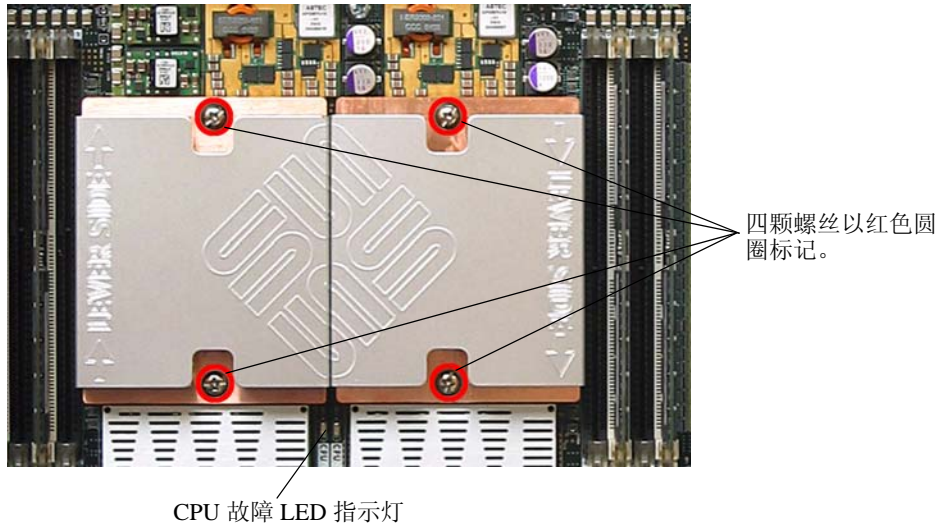
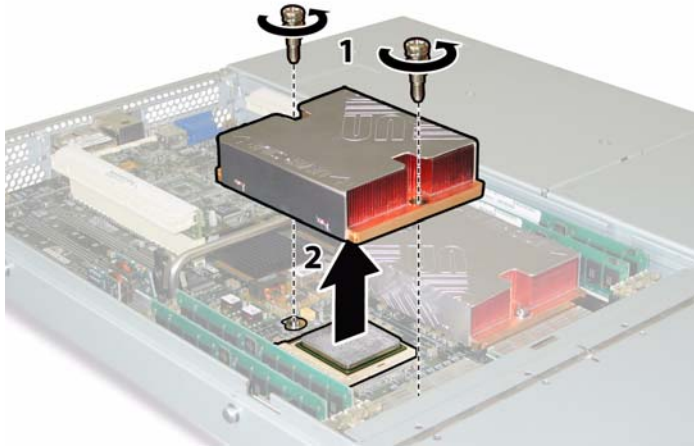

图 3-8 散热器螺丝的安装孔位和 CPU 故障 LED 指示灯的位置
图 3-9 拆卸散热器
- a. 用手按住散热器的顶部，以防止当您交替旋下将散热器固定到主板上的两颗弹簧安装螺丝时散热器不均衡地倾斜。一次旋转螺丝 180 度，然后当它们分离时取下螺丝。请参见图 3-8 和图 3-9。
注 - 散热器不是对称结构，且必须先对齐位置，然后再将其放在 CPU 上。旋转散热器，使散热器顶面的“Lever Side”（拉杆一侧）标记和箭头印记指向带有释放拉杆的 CPU 插座的一侧。另请注意，当与相邻的散热器正确对齐位置时，散热器顶面的 Sun Microsystems 徽标印记的一半将与相邻的另一半形成一个完整徽标。请参见图 3-8。